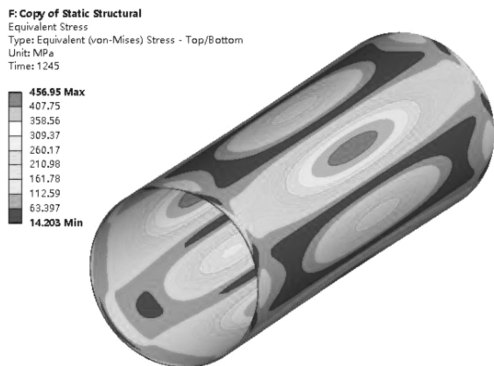
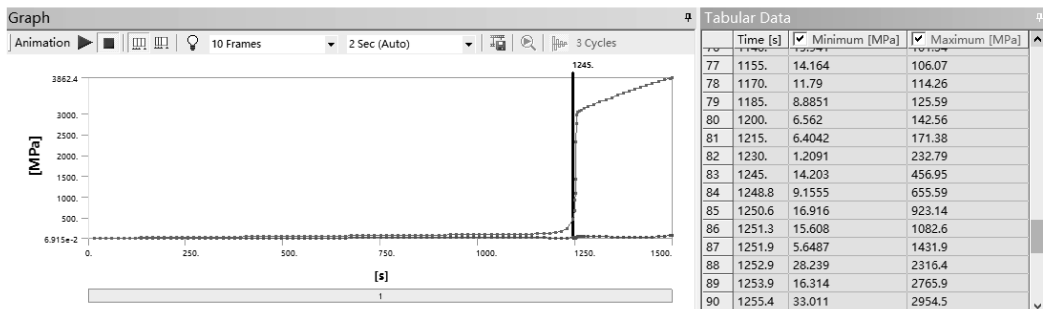

图 4-88 失效载荷的等效应力
图 4-89 失效载荷的等效应力随载荷历程的变化曲线及数据
(6) 插入等效应力结果，判别是否进行塑性分析：获取 1245s 时刻的结果，如图 4-88、图 4-89 所示，该结果对应 1.245MPa 的压力，显示最大应力为 456.95MPa，已超出材料屈服应力 345MPa，说明应进行塑性分析。若读者有兴趣，可展开分析。